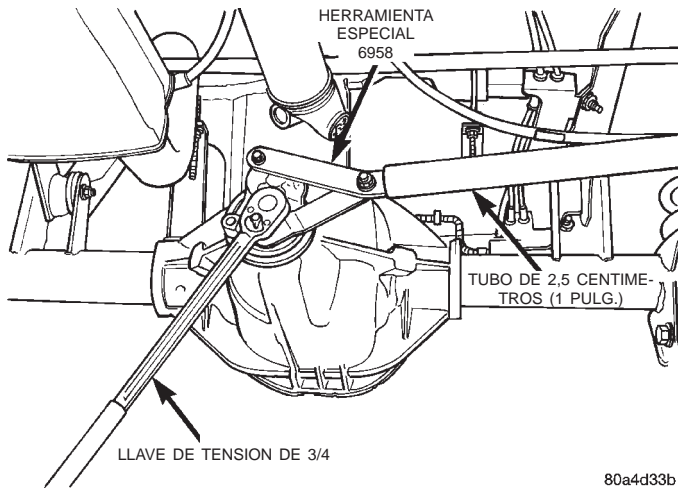

Fig. 15 Ajuste de la tuerca del eje piñón
(5) Si el esfuerzo de rotación es bajo, use la herramienta de sujeción 6958 para sujetar el estribo del piñón (Fig. 15), y apriete la tuerca del eje del piñón en incrementos de 6,8 N·m (5 lbs. pie) hasta alcanzar el esfuerzo de rotación adecuado.